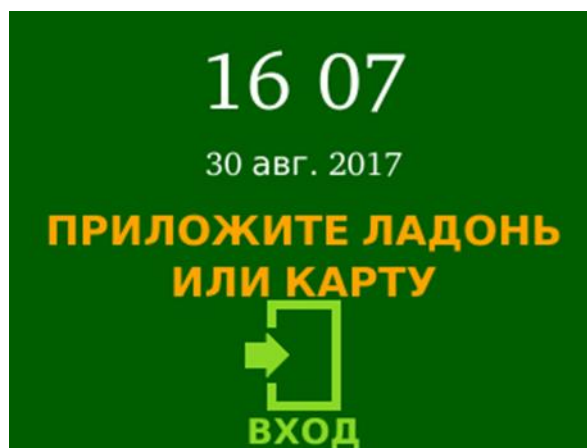

Рисунок 31 – Экран терминала в режиме «Отметка на вход»
- **Отметка на вход** (см. рисунок 31)